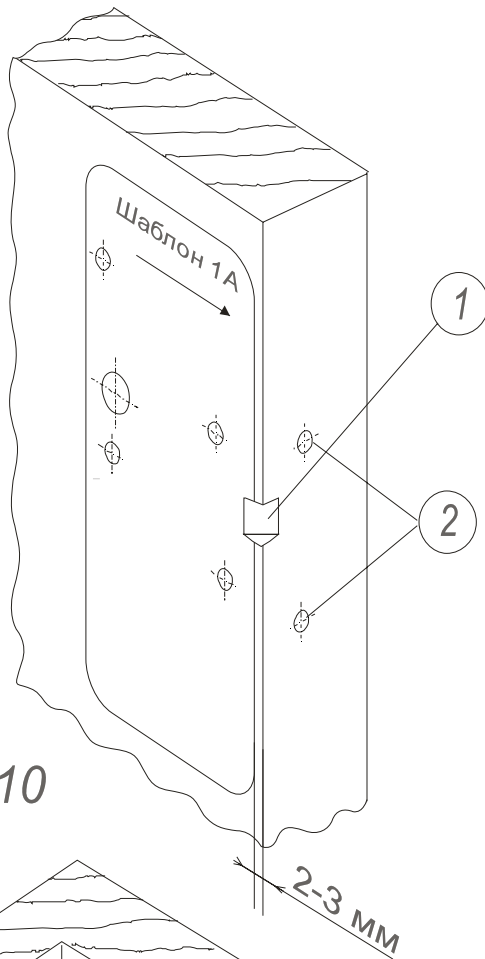
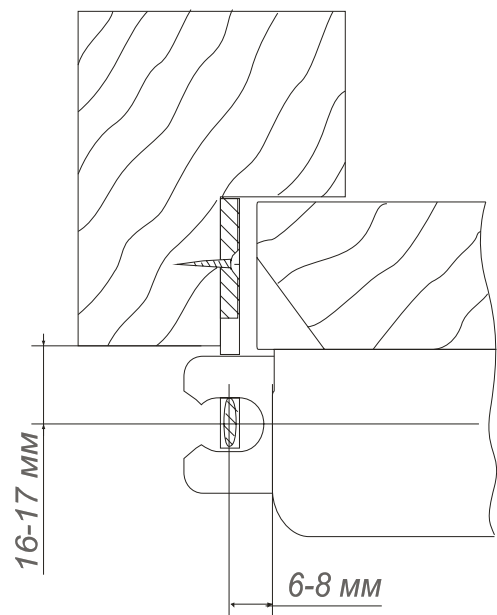

Рис. 10
Рис. 12
6.1.2. Приложите шаблон А с внутренней стороны двери так, чтобы стрелка на шаблоне указывала на край двери и шаблон находился на расстоянии 2...3 мм от края двери (рис. 10). Выполните разметку отверстий по шаблону.
6.1.3. В районе заштрихованного сектора снимите фаску (рис.10, позиция 1), для хода ригеля (рис.12).
6.1.5. В торце двери на уровне выполненных отверстий 2, 3 высверлите два отверстия диаметром 10 мм на глубину 30 - 40 мм (рис. 10, позиция 2 и рис.16, позиция 1).
6.1.8. Установите широкую запорную планку (рис.1, позиция 4) в соответствии с рис. 11, рис.12.
6.1.9. Проверьте взаимодействие ригеля замка и запорной планки (рис. 12).